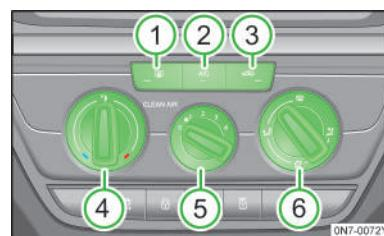

图 102
- 将温度调节旋钮 **[4]** » 图 102 转到中间位置。
- 将鼓风机旋钮 **[5]** » 图 102 转到合适位置。
- 将空气流向调节旋钮 **[6]** » 图 102 转到位置 。
- 按压空气内外循环调节按钮 **[3]** » 图 102 灯熄灭，关闭空气内循环模式。